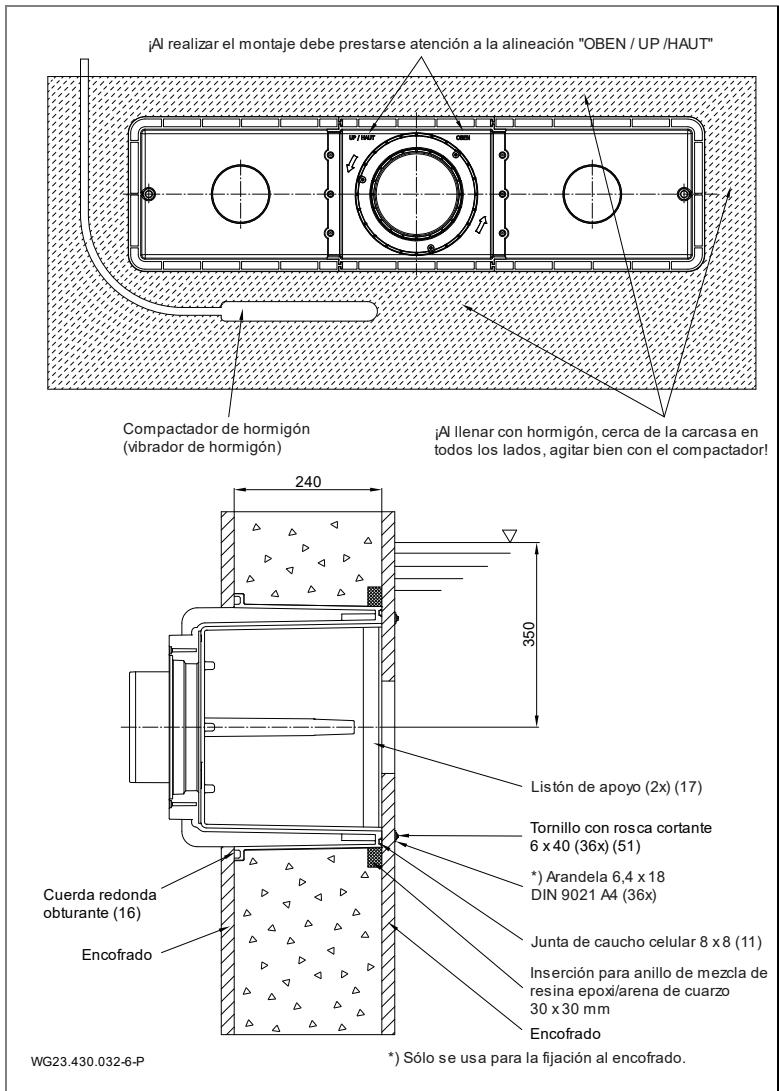

Fig. 5
Para la estanqueidad con la pared de hormigón recomendamos crear un anillo perimetral de resina epoxi/arena de cuarzo en la pared exterior del lado de la piscina de la carcasa (1). Ver "Fig. 5", página 22.
1. Profundidad de montaje: el centro de la carcasa empotrada (1) debe colocarse 35 cm debajo del nivel del agua.
3. Emborne los listones de apoyo (17) entre los dos solapamientos del lado interior de la carcasa.
4. Presione manualmente la junta de caucho celular (11) sin tracción a lo largo de la ranura en la carcasa (1). Fíjela en el lado del suelo con una gota de adhesivo instantáneo.
5. Coloque el cordón redondo obturador (16) en la ranura de la carcasa.
6. Alinee la carcasa empotrada (1) con la identificación «OBEN/ UP/ HAUT» (ARRIBA) y fíjela con los tornillos cortantes (51) en el encofrado.